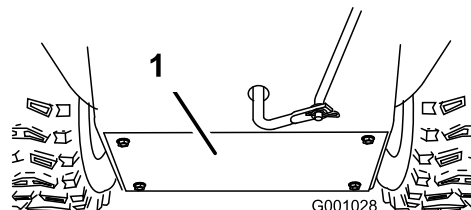

Figure 42
- Déposez le couvercle arrière (Figure 42).